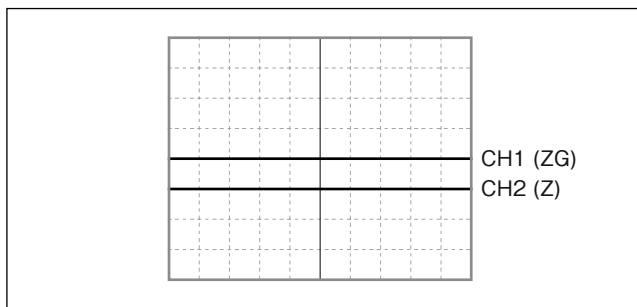

图 4-9
- ① 将示波器的 CH1 测头连接至接口组件的检验端子 TP5 (ZG) 和检验端子 TP4 (GND)。
- ② 将示波器的 CH2 测头连接至接口组件的连接器 CN2-5 插脚 (Z) 和检验端子 TP4 (GND)。
- ③ 将示波器的 TIME/DIV 开关设为 200 ms。
- ④ 将示波器 CH1、CH2 的偏转灵敏度 (VOLTS/DIV) 设为 2 V/DIV。
- ⑤ 将示波器 CH2 的 INPUT COUPLING 开关调到 GND, 调整示波器的位置使 CH1 位于屏幕中心。调整示波器的位置使 CH2 位于 1 格之下。(参见图 4-9)